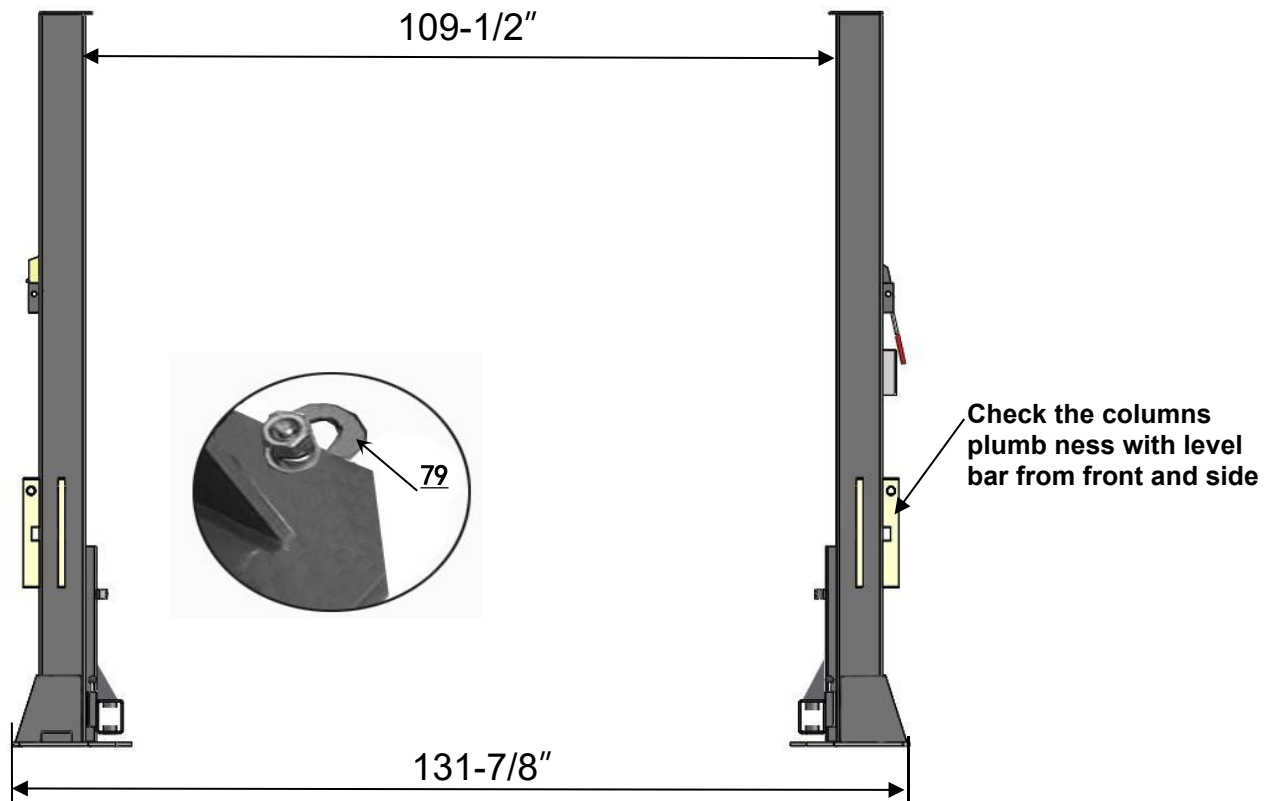

Fig. 14
E. Position columns (See Fig. 14)